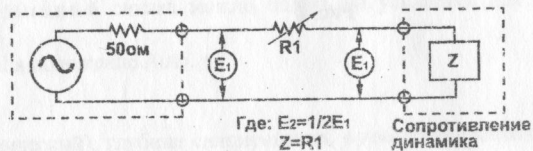

Рис.9
- A) Подсоедините последовательно к исследуемой цепи резистор R1, как показано на рис. 9.